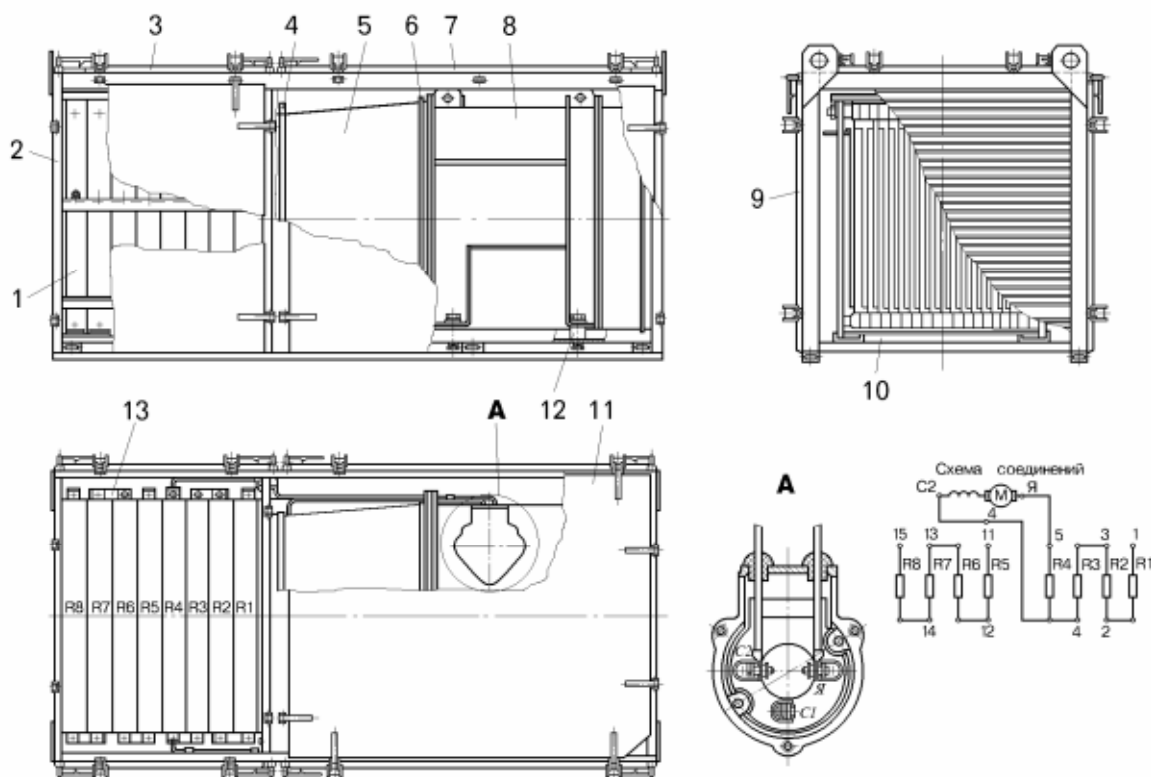

Рисунок 6.8 – Установка вентилируемых тормозных резисторов УВТР 2х600:
**Установка вентилируемых тормозных резисторов УВТР2х600** (рисунок 6.8) состоит из двух групп резисторов 1 и мотор-вентилятора 8. Каждая группа резисторов состоит из четырех элементов. Каждый элемент представляет собой фехрелевую ленту, изогнутую в волнистую форму и закрепленную между изоляторами. Техническая характеристика установки приведена в таблице 6.3.